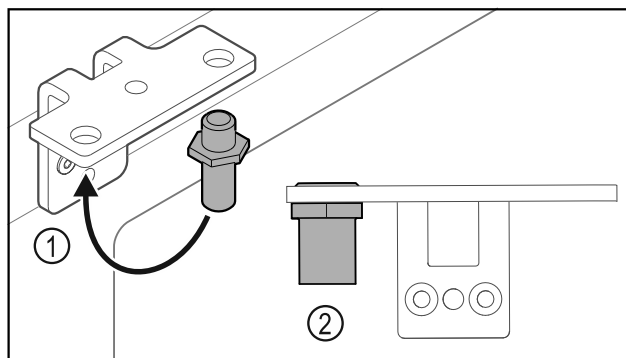

Fig. 22
- ▶ Переставьте палец Fig. 22 (1) в шарнирном уголке.
- ▶ Затяните палец Fig. 22 (2) с **моментом 12 Нм**.